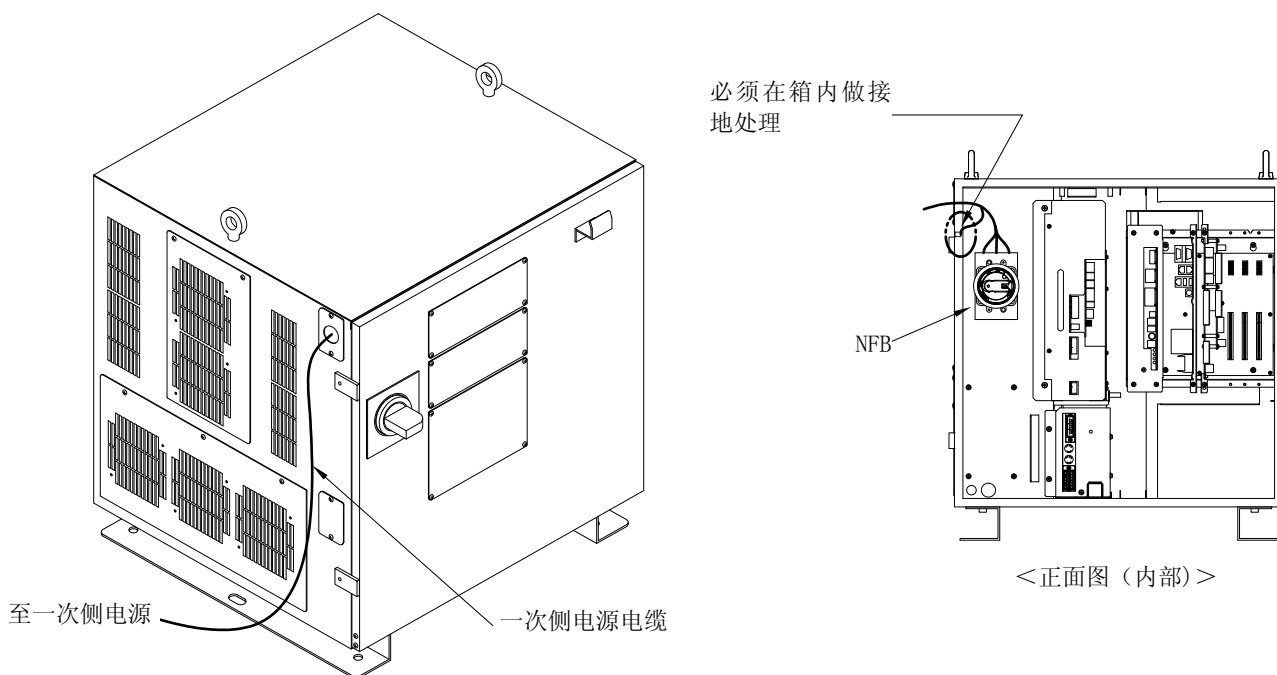

图 3.8.2 一次侧电源的连接
3 如图 3.8.2 所示，将主电源电缆连接到断路器的主侧，将接地线连接到接地端子 (PE) 上。